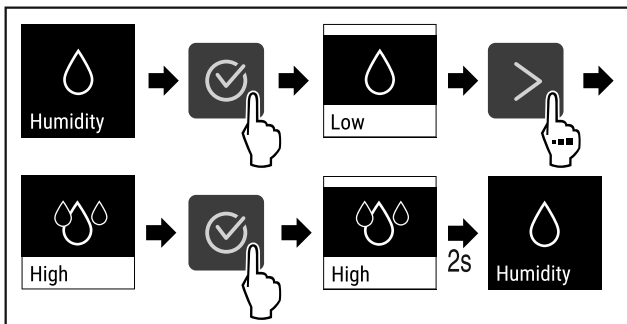

Fig. 75
- ▶ Изпълнете стъпките (виж Fig. 75).